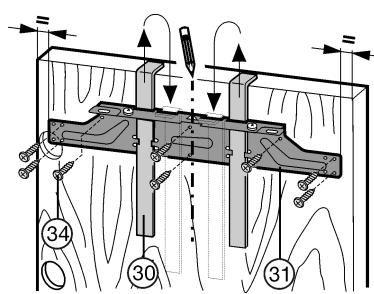

Fig. 20
- ▶ Accrocher la traverse de fixation Fig. 20 (31) sur l'intérieur de la porte du meuble à l'aide des gabarits de montage Fig. 20 (30).
- ▶ Aligner la traverse de fixation Fig. 20 (31) au centre : dessiner une ligne médiane courte sur la porte du meuble et placer dessus la pointe de flèche de la traverse.
- ▶ Visser la traverse de fixation Fig. 20 (31) en utilisant au moins 6 vis Fig. 20 (34).
- ▶ Visser la traverse de fixation Fig. 20 (31) en fixant 4 vis Fig. 20 (34) au bord.
- ▶ Tirer les gabarits de montage Fig. 20 (30) vers le haut, les tourner de 180° et les enfouir dans les logements adjacents.